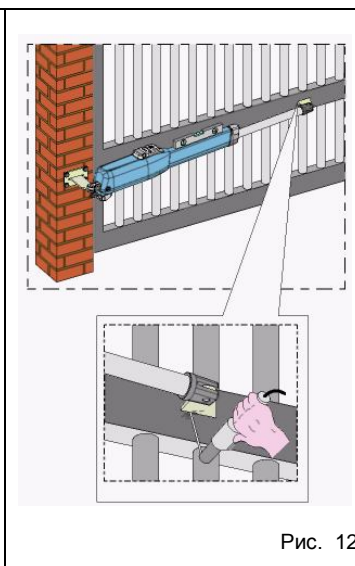

Рис. 12
- 9) Повернув створку ворот в закрытое положение, определяют место крепления переднего кронштейна (рис. 12). При этом необходимо следить за тем, чтобы привод был расположен горизонтально.
- 10) Передний кронштейн временно крепят к створке в двух местах точечной сваркой (рис. 12).